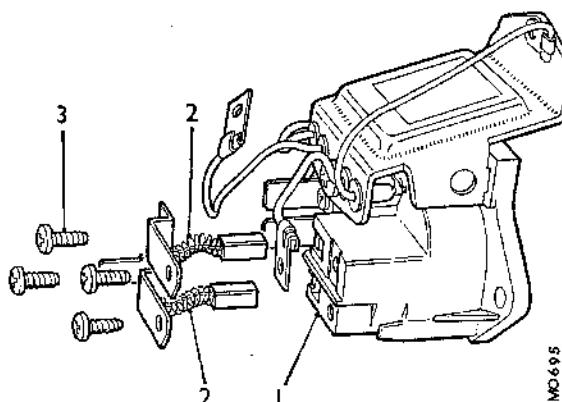

Fig. Nb.16
- (26) Comprobar que las escobillas se mueven libremente en sus alojamientos. Si alguna tiende a encasquillarse, limpiarla con un trapo humedecido en gasolina o, si es necesario, pulirlle las caras con una lima fina.
- (27) Comprobar la presión de los muelles con un calibrador de presión. El calibrador deberá marcar de 7 a 10 onzas (198 a 283 gms.) cuando la escobilla está empujada hasta que su cara quede a nivel del alojamiento. Si la lectura está fuera de estos límites dados, renovar el conjunto de la escobilla según la Fig. Nb.16.